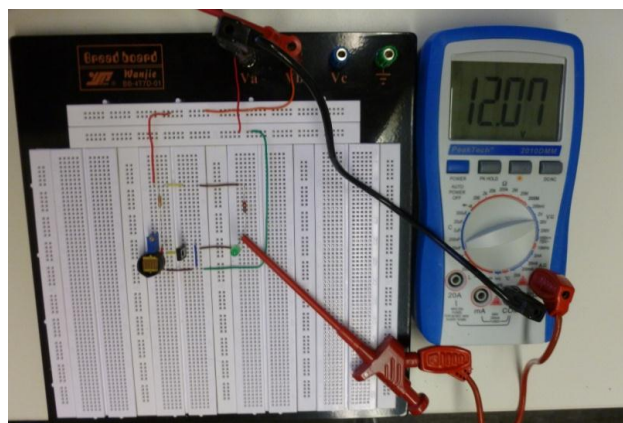

Abb. 3: Verdrahtete Schaltung auf dem Steckboard
Diese Schaltung wurde auf einem Steckboard (Abb. 3) mit den angegebenen Werten aufgebaut, zeigt jedoch bei der ersten Inbetriebnahme nicht das oben beschriebene Verhalten. Die LED leuchtet auch bei völliger Dunkelheit nicht. Somit liegt ein Fehler vor.
- Mit einem Digitalmultimeter (Abb. 3) wurden die Spannungspotentiale an den Messpunkten MP1 bis MP5 gegen Masse gemessen.